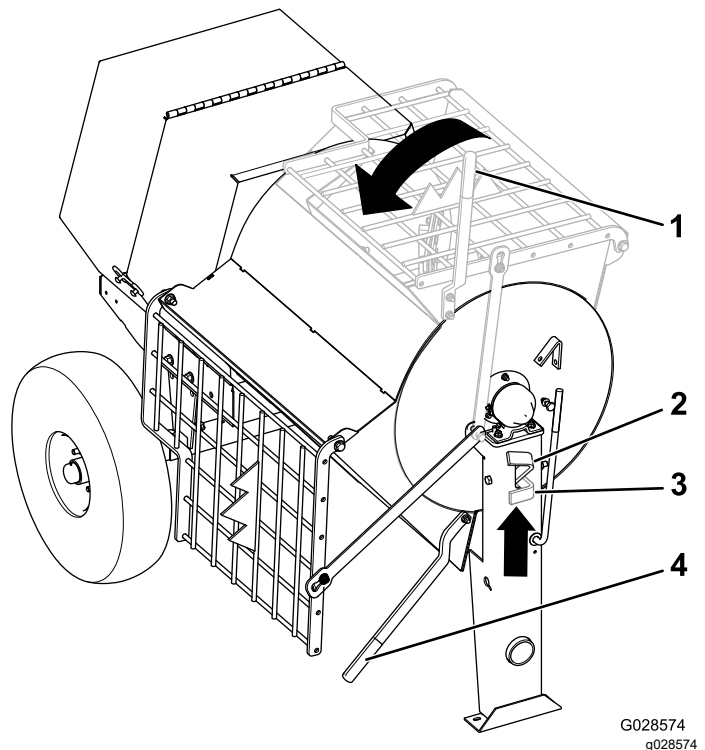

Figura 33
- Sujete la palanca de volteo con la mano izquierda (Figura 33).
3. Levante la manija del pestillo del tambor (Figura 33).
4. Con ambas manos en la palanca de volteo, gírela en sentido antihorario para descargar el contenido del tambor (Figura 33).
5. Gire la palanca de volteo en sentido **horario** hasta que el pestillo del tambor bloquee el tambor en la posición vertical (Figura 33).